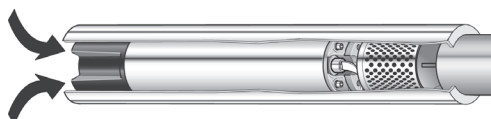

Figura 6-1: tubo di raffreddamento
- ⇒ Montare un tubo di raffreddamento (vedere figura 6-1).